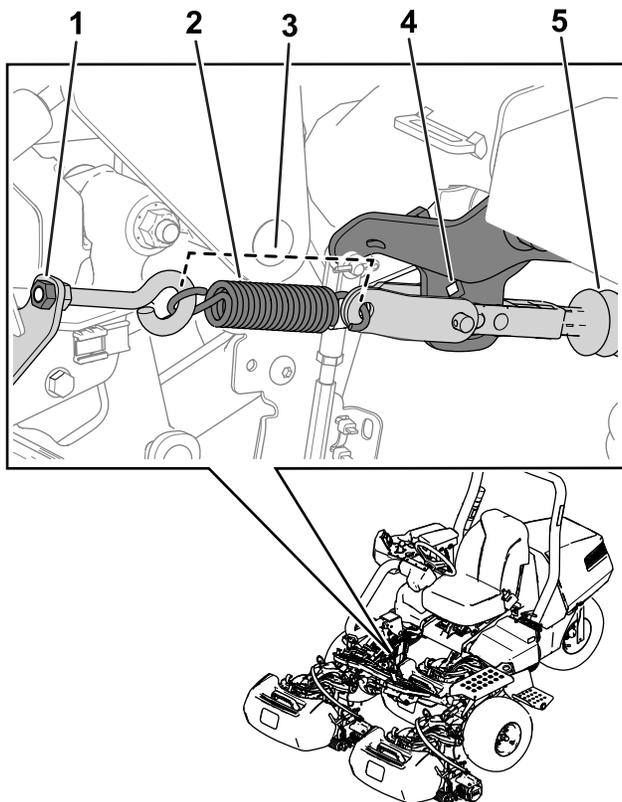

**Figura 23**
1. Utilizzate il perno del cilindro e le coppiglie rimossi in precedenza per fissare l'attuatore freno sulla piastra di supporto inferiore (Figura 23).